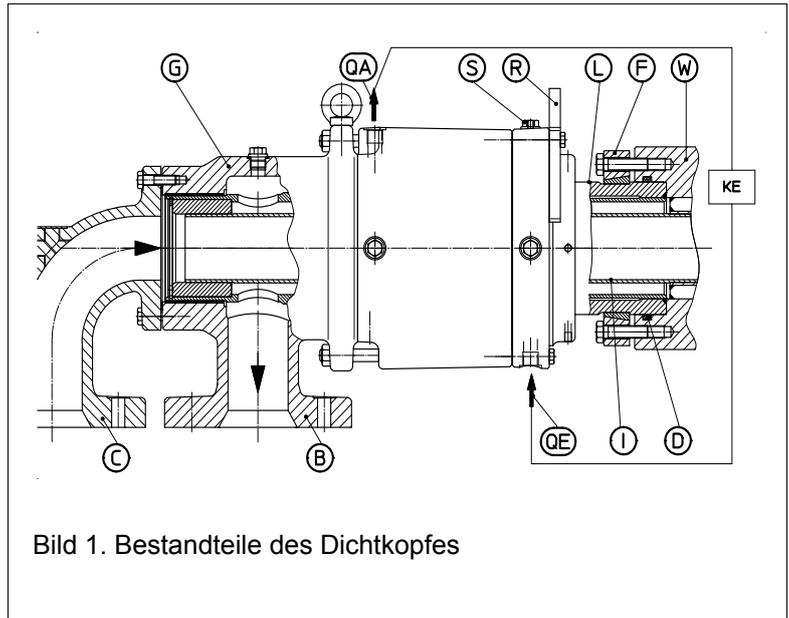

Bild 1. Bestandteile des Dichtkopfes
- Soweit die Lager im Dichtkopf überwacht werden sollen, an den Sensorstopfen „S“ einen Schwingungsaufnehmer anschließen (Innengewinde M6x1; siehe Bild 1 auf Seite 3).